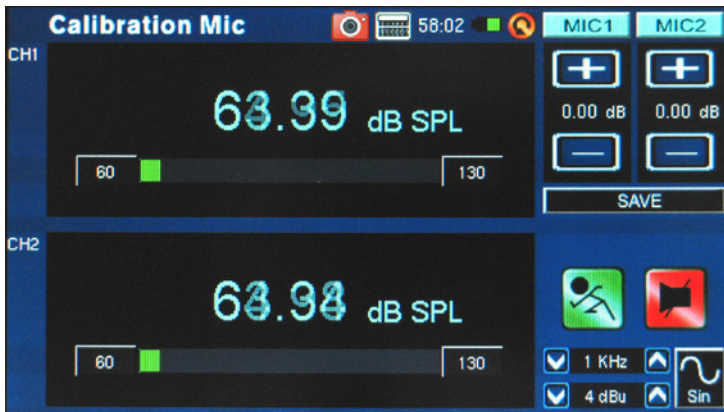

figure 69
1. システム設定画面から->キャリブレーション (Calibration)->マイクメニュー (Mic menu)、(図69)